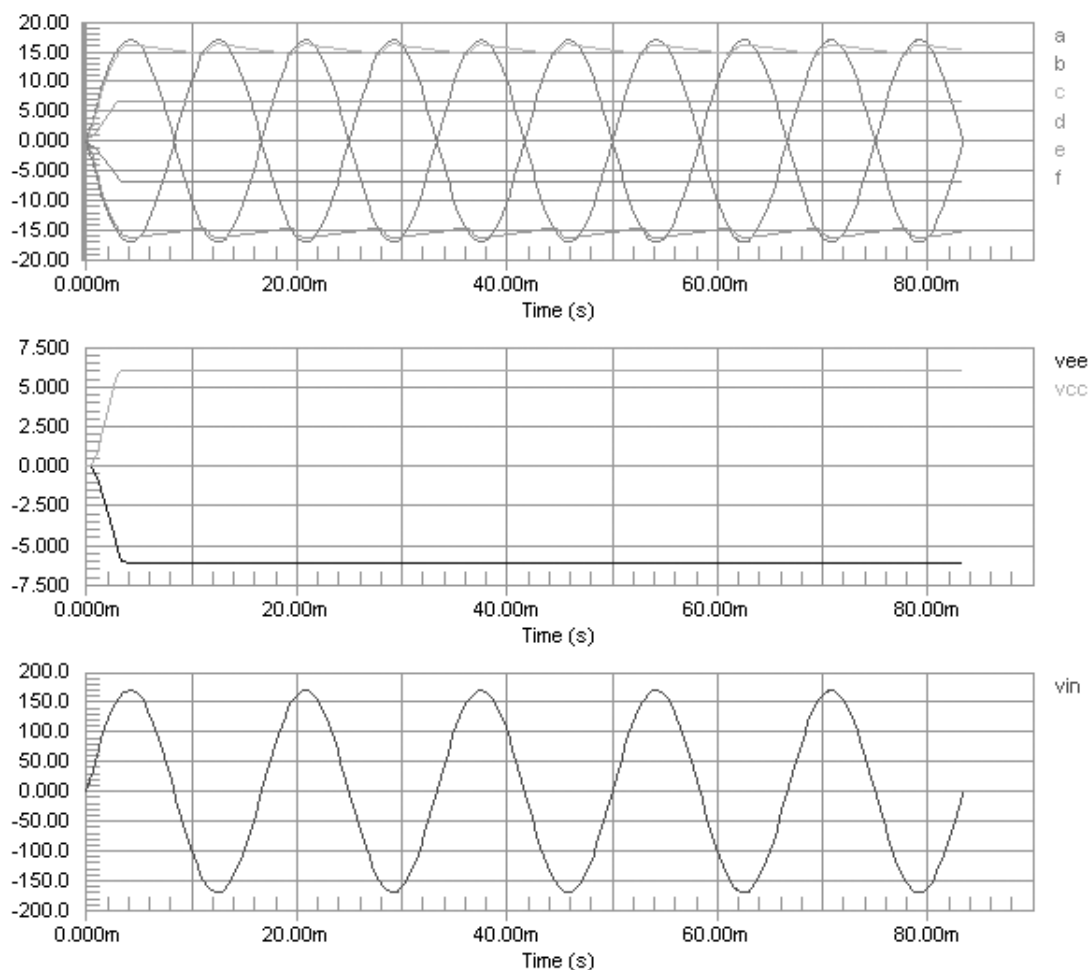

图 12-25 波形导入结果
- 9) 分别选中波形 b、c、d、e、f、VCC，选择右键快捷菜单命令 `Delete Plot`，删除波形，最终结果如图 12-25 所示。